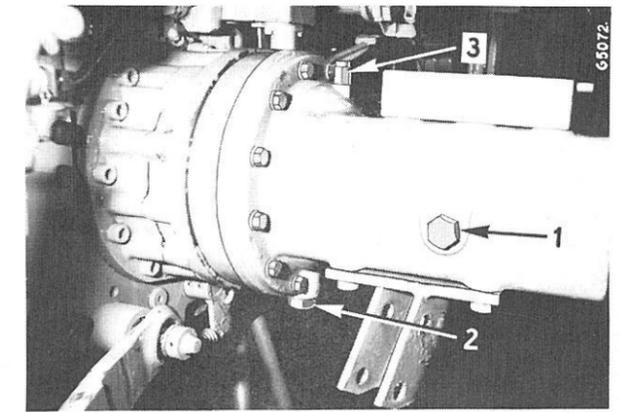

Fig. 70
Pour vérifier le niveau d'huile, retirez le bouchon (1) Fig. 70. Ajoutez au besoin du lubrifiant jusqu'à ce que le niveau parvienne à l'orifice de remplissage (1).